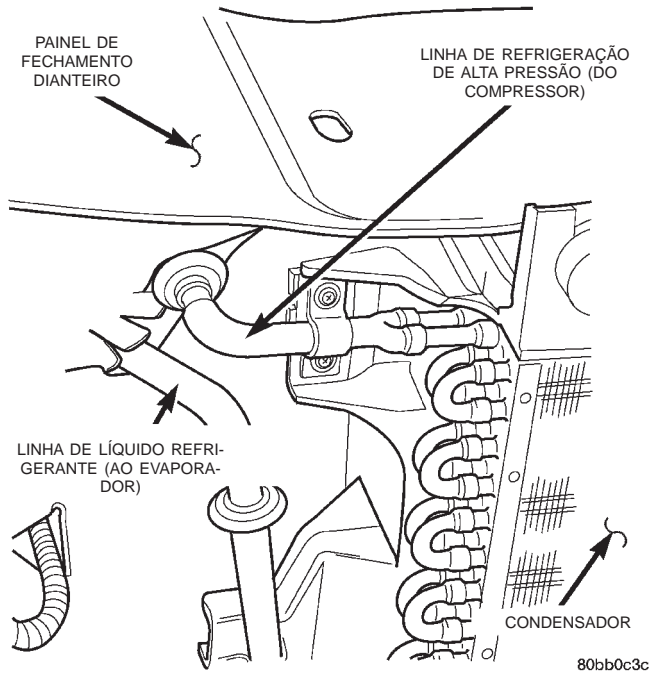
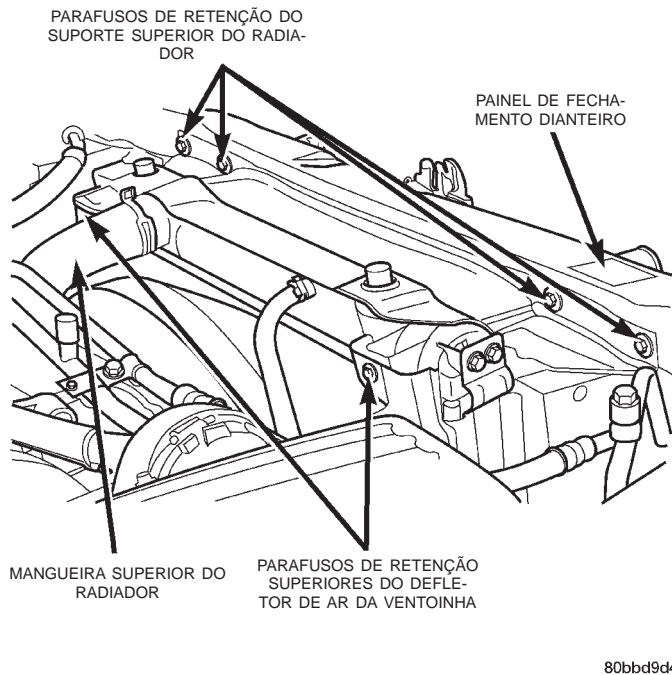

Fig. 31 Linha de Refrigeração no Acumulador
Fig. 32 Suporte Superior do Radiador
(47) Conecte a linha de refrigeração do condensador do A/C (Fig. 31), certificando-se de que as vedações O rings estejam bem lubrificadas com óleo R-134a e isentas de ruptura. Instale a presilha secundária.
(48) Instale o suporte da linha de refrigeração no condensador do A/C.
(49) Instale os parafusos do suporte do condensador do A/C no painel de fechamento dianteiro. Aperte os parafusos com um torque de 22 N·m (200 pol.-lb.).
(50) Instale o suporte superior do radiador (Fig. 32). Aperte os parafusos com um torque de 33 N·m (25 pés-lb.).